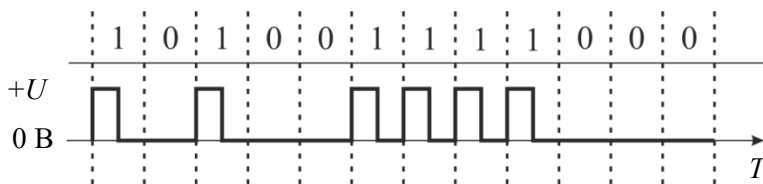

Рис.3. Униполярный RZ-код
- логическая «1» передается уровнем  $+U$  В в течение первой половины битового интервала и уровнем  $0\text{ В}$  в течение второй половины битового интервала (рис.3).